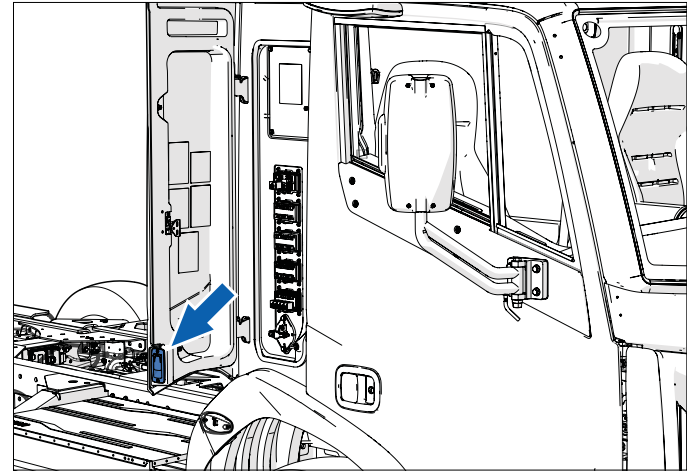

Figure 11 - Accessory compartment access panel handle
4. Repérez la poignée au bas du panneau d'accès du compartiment à accessoires (**Figure 11**).
5. Tirez la poignée et ouvrez le panneau d'accès du compartiment à accessoires situé à l'arrière de la cabine du côté passager du Lion5 (**Figure 11**).